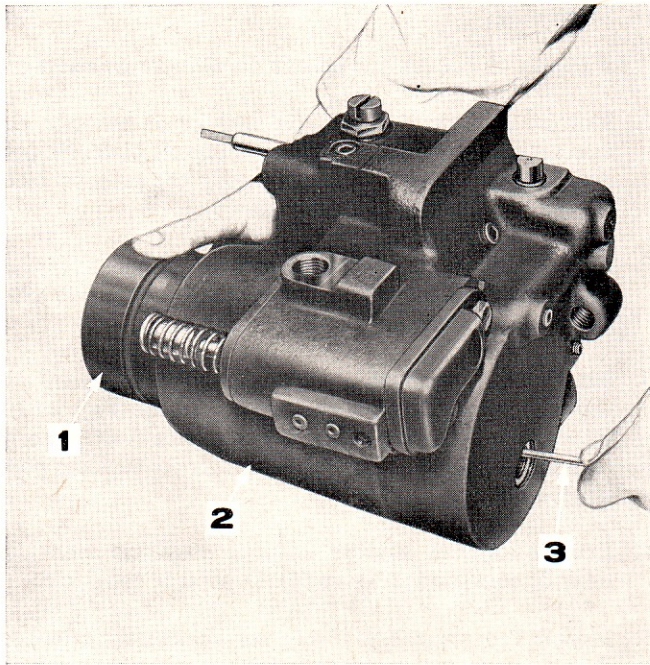

Figure 62: Dépose du piston de vérin
2. Le clapet de sûreté déposé, chasser du cylindre le piston de vérin en passant une tringle de métal mou par le trou du clapet de sûreté (Figure 62).